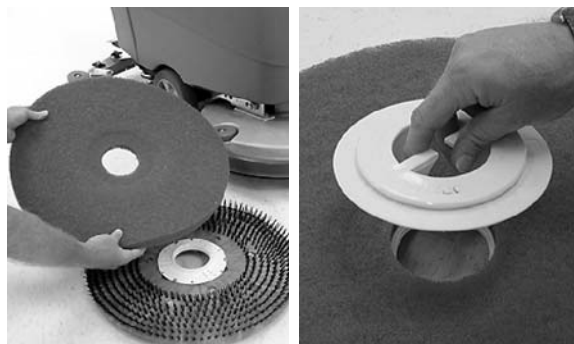

FIG. 7
3. Fixez le patin sur le système d'entraînement avant d'installer le système. (Figure 7). Fixez le patin avec le verrou de centrage.